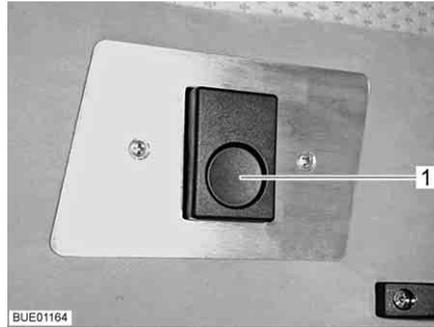

Fig. 102 Bloccaggio
- Premere il bottone di sbloccaggio (Fig. 102,1). Il bloccaggio viene sbloccato.